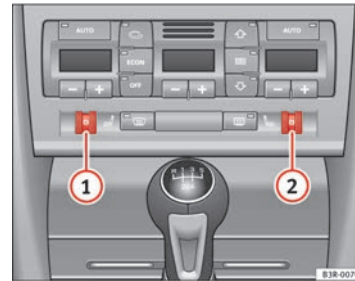

Abb. 142 Ausschnitt aus Instrumententafel: Rändelräder der Sitzheizung
Drehen Sie am Rändelrad ① bzw. ② ⇒ Abb. 142, um die Sitzheizung auf Fahrer- bzw. auf Beifahrerseite einzuschalten und zu regulieren.